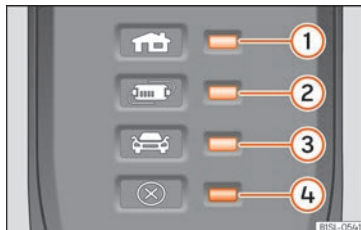

Abb. 233 Am Ladekabel für Netzsteckdosen: Kontrollleuchte in der Schutzeinrichtung.
» **Abb. 233:**
Durch die elektronische Schutzeinrichtung » **Abb. 233** ist der Ladestecker so lange stromlos, bis er in die Ladedose des Fahrzeugs gesteckt wurde.
Eine oder mehrere Kontrollleuchten » **Abb. 233** ①, ② oder ③ leuchten grün.
Anzeige » Abb. 233	Bedeutung
Wenn die Warnleuchte ④ rot blinkt oder leuchtet, ohne dass eine der Kontrollleuchten »» Abb. 233 ①, ② oder ③ der Betriebsanzeige dauerhaft leuchtet, liegt eine Störung vor.
Anzeige »» Abb. 233	Bedeutung